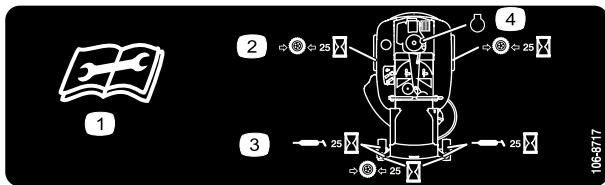

Bild 21
3. Reinigen Sie die Schmiernippel (Bild 20 und Bild 21) mit einem Lappen. Kratzen Sie bei Bedarf Farbe vorne von den Nippeln ab.
4. Setzen Sie die Fettpresse nacheinander an allen Nippeln an (Bild 20 und Bild 21). Fetten Sie die Nippel, bis das Fett beginnt, aus den Lagern auszutreten.